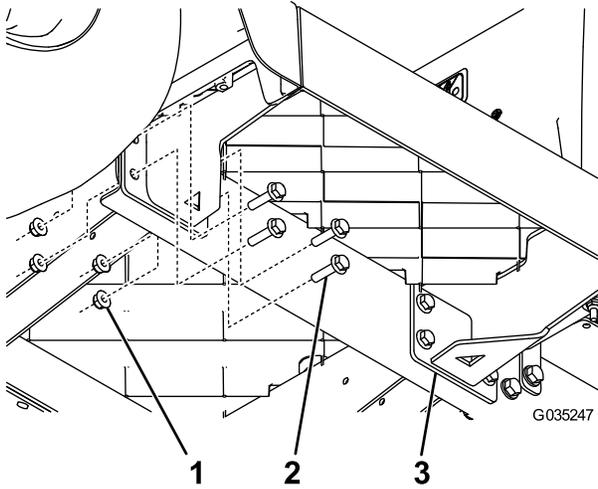

Figura 5
- Instale un nuevo apoyo de la placa del suelo con 8 pernos con arandela prensada (5/16" x 1¼") y 8 tuercas con arandela prensada (5/16") tal y como se muestra en la Figura 5.
- Instale el otro nuevo apoyo de la placa del suelo con 8 pernos con arandela prensada (5/16" x 1¼") y 8 tuercas con arandela prensada (5/16") tal y como se muestra en la Figura 5.